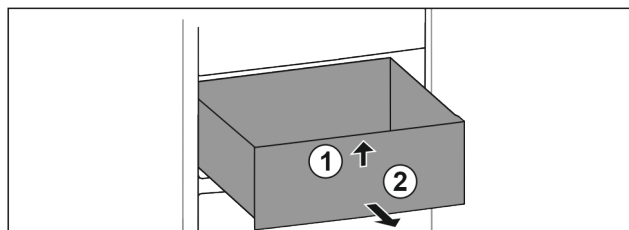

Fig. 62
- ▶ Sollevare il cassetto dal davanti. Fig. 62 (1)
- ▶ Rimuovere il cassetto tirandolo in avanti. Fig. 62 (2)